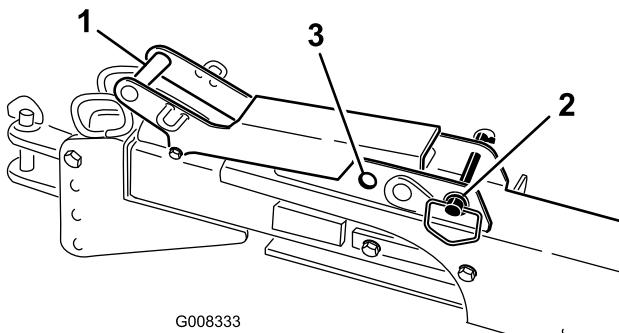

Figura 21
- Assegure-se que a pega do trinco do pino está desbloqueada na posição (traseira) (Figura 21).
Nota: Bloqueie a montagem de engate na posição estendida ao mover a pega do trinco do pino para a posição frontal (bloqueada) (Figura 21).